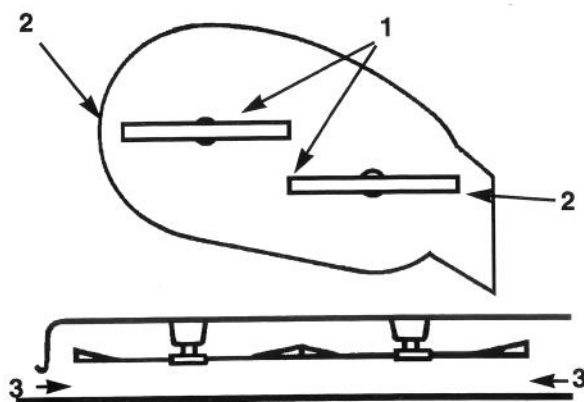

Figure 49
4. Faire tourner doucement la(es) lame(s) côte à côte (Fig. 49). Mesurer la distance entre les arêtes tranchantes extérieures et la surface plane (Fig. 49). Si les deux mesures font plus ou moins de 4,762 mm, un réglage devra être effectué; se reporter aux points 5 et 6.